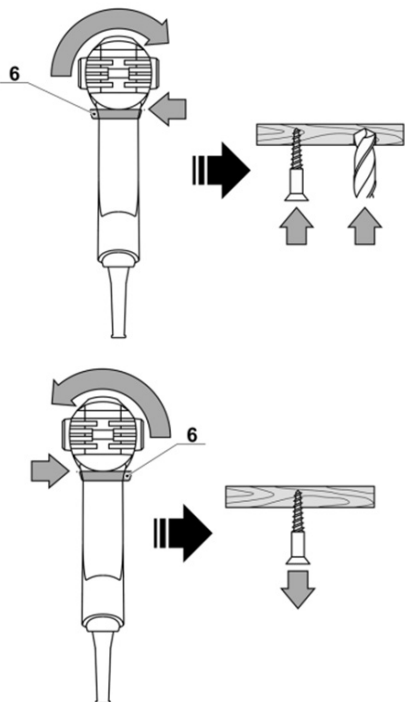

Fig. 5 – Sentido de rotação
Com o motor parado, selecione o sentido de rotação no botão de reversão (6), conforme mostra a Fig. 5.